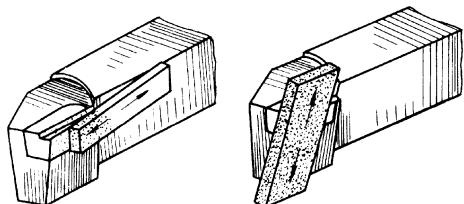

图 2-21 用油石研磨车刀
(9) 用油石研磨车刀。在砂轮上刃磨的车刀, 切削刃不够平滑光洁, 这不仅影响车削工件的表面质量, 也会降低车刀的使用寿命, 而硬质合金车刀则在切削中容易产生崩刃, 因此, 应用细油石研磨刀刃。研磨时, 手持油石在刀刃上来回移动, 动作应平稳, 用力应均匀 (图 2-21)。研磨后的车刀, 应消除在砂轮上刃磨后的残留痕迹。